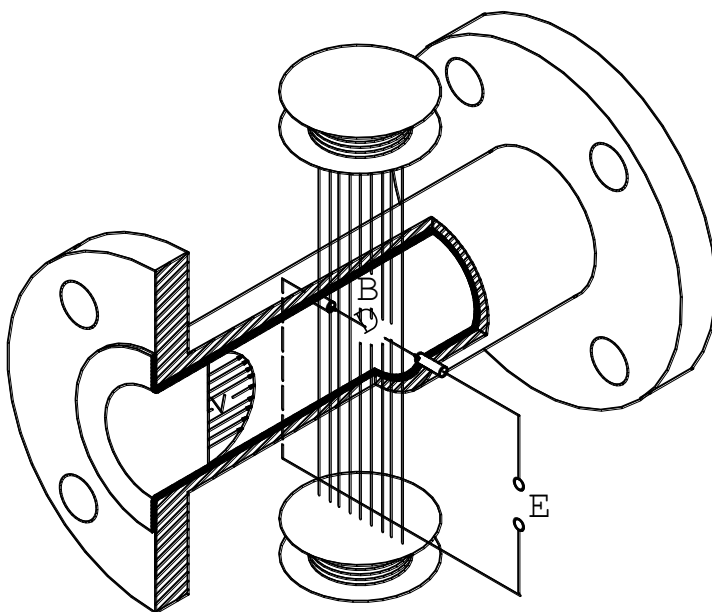

Рисунок 4.1
4.1.1 Принцип действия расходомера основан на явлении электромагнитной индукции (см. рис.4.1).
4.2.3 ППР представляет собой отрезок трубопровода из немагнитного материала (см. рис. 4.1), внутренняя поверхность которого футерована диэлектриком (фторопластом). В диаметрально противоположных стенках трубопровода установлены два электрода, контактирующие с измеряемой средой и предназначенные для съема ЭДС индукции (E). Благодаря такой конструкции ППР расходомера вносит минимальное гидравлическое сопротивление в поток жидкости. Магнитная система ППР состоит из двух согласно включенных катушек возбуждения и магнитопровода. ЭДС индукции усиливается в блоке аналоговой обработки ППМ, преобразуется в цифровую форму и поступает затем в блок цифровой обработки сигнала. Блок аналоговой обработки сигнала также формирует ток, поступающий на катушки возбуждения магнитной системы ППР.